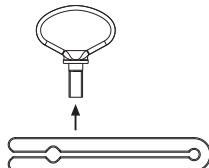

Fig. 8
- Démonter l'auxiliaire d'extraction, voir Fig. 8.